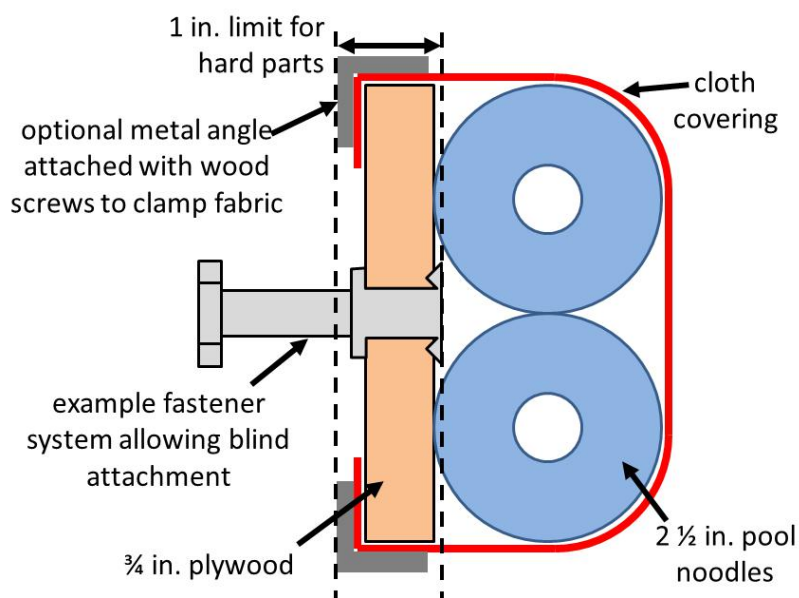
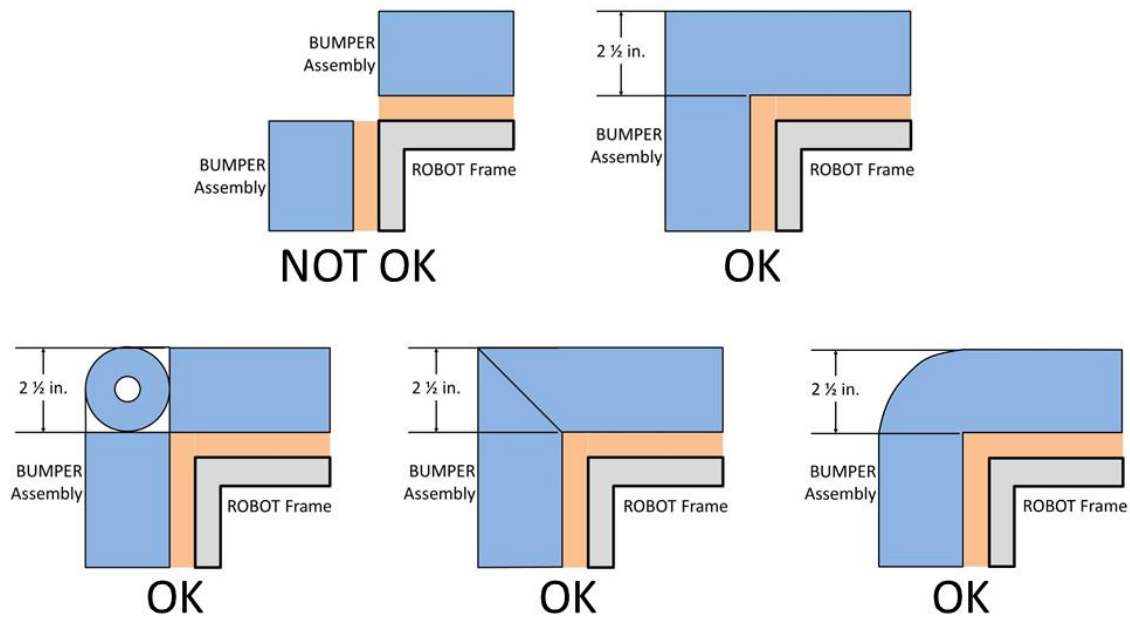

Figure 9-6 BUMPER Vertical Cross Section
Figure 9-7 Soft Parts of BUMPER Corners
R24. 保险杠必须按照以下要求构造, 见图 9-6 (Figure 9-6) :
- C. 使用双层叠加后约 2½ 英寸 (约 ~63 毫米), 花瓣形或六边形的面条(Noodle, 俗称海绵条, 游泳条, 空心实心皆可)作为缓冲垫内垫材料见图 9-6 (Figure 9-6)。机器人身上所用的面条不可被修改 (除了截短和斜切) 或变形且必须直径相同, 横截面相同且密度相等 (例如部分圆形且空心或全部六边形且实心) 内垫至多伸出胶合板末 2½ 英寸 (约 63 mm) 见图 9-7 (Figure 9-7)。为了更好地应用遮盖的布, 选手可选用较软的搭扣来连接面条和木支撑条, 只要图 9-6 (Figure 9-6) 中的横截面没有被大幅改动 (例如用胶布压紧面条)。
- D. 被粗糙平整的布料遮盖 (允许使用多层布料来满足 R21, Figure 9-6 中的横截面没有被大幅改动)。
- E. 可选择使用金属角件, 如图所示 Figure 9-6 或其他紧固件(如钉, 螺钉等)夹住布料。
R25. 保险杠之间的角落连接处必须填充软面条。如 Figure 9-7.